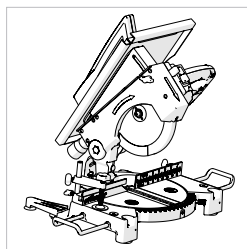

Fig. 7
- La Fury6 est maintenant prête à être utilisée en tant que scie à onglet. **(Fig. 7)**